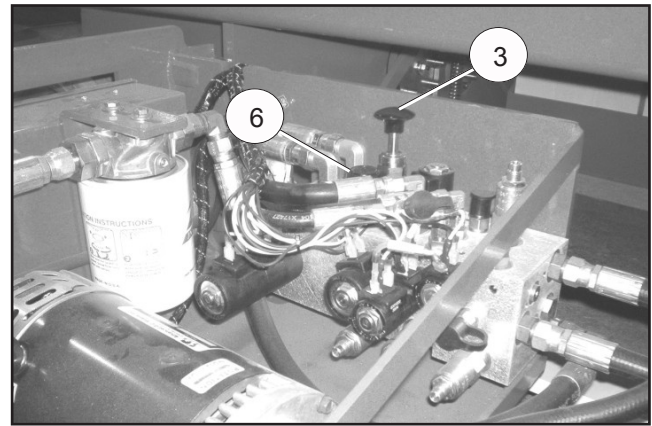

Figura 11 - Bandeja hidráulica
6. Desenganche y abra la bandeja hidráulica del lado derecho del chasis. Empuje y suelte la bomba manual de soltado de frenos (3) varias veces para soltar los frenos (vea la Figura 11).